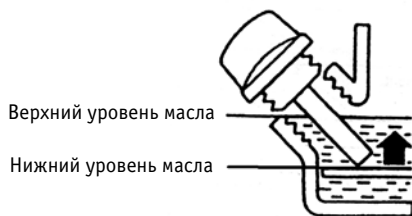

Рис. 10
3. Снимите крышку заливной горловины с масляным щупом. Если уровень низкий, медленно добавьте масло до уровня между верхним (H) и нижним уровнем масла (L) (**рис. 10**).